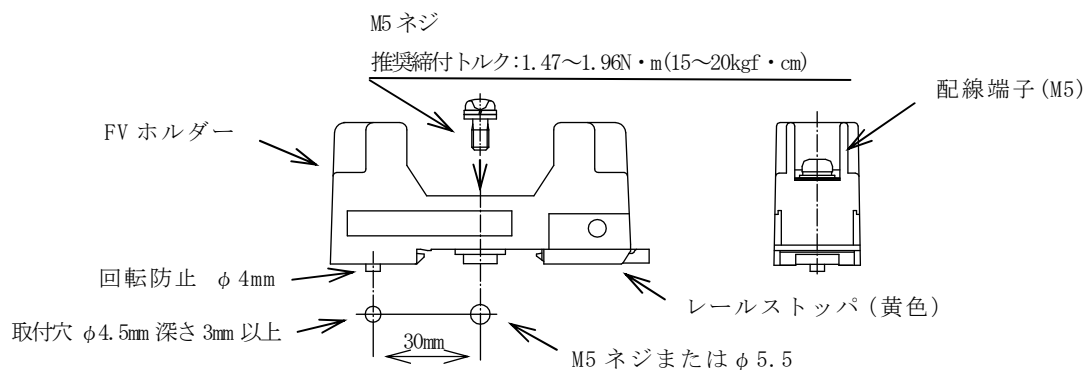
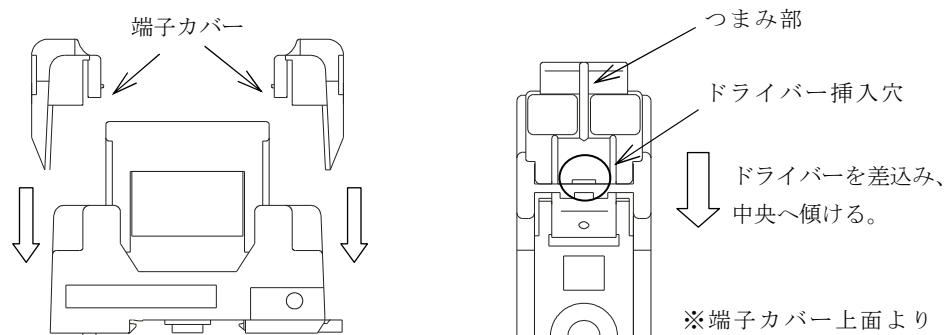

図2 取付け穴加工寸法
図3 端子カバー取付け、および取外し
- (3)DIN レールを使用せずに直接取付ける場合は、FV ホルダーの中央に取付け穴 ($\phi 5.5$) があり、回転防止用に凸 ($\phi 4$) を設けてありますので、取付けるベースに穴加工を行い M5 ネジにて取付けて下さい。(図 2 参照)
- (4)保安器本体をFVホルダーにセットするときは、保安器本体が、FVホルダーに対して垂直になるように、ガチッと音がするまで差込んでください。取外すときもFVホルダーに対し、垂直に引抜いてください。
- (5)配線端子への結線は、M5用の圧着端子（裸圧着端子は絶縁用キャップを使用してください）にて結線してください。{推奨締付トルク：1.47～1.96N・m（15～20kgf・cm）}
- (6)端子カバーをFVホルダーにセットするときは、FVホルダーに対して垂直にカチッと音がするまで差込んでください。取外すときは、保安器が無電圧状態にて保安器本体をFVホルダーから取外し、端子カバーの凹部にドライバーを差込んだ状態でドライバーを傾けて、つまみ部を垂直に引抜いてください。（図3参照）